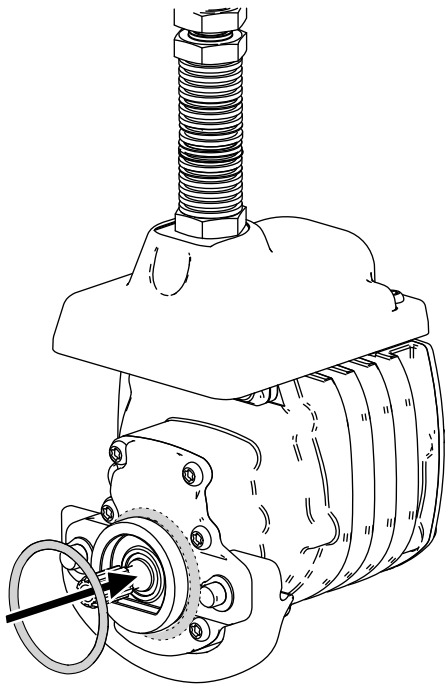

Figura 13
3. Instale una junta tórica en cada motor del molinete, tal y como se muestra en la Figura 13.